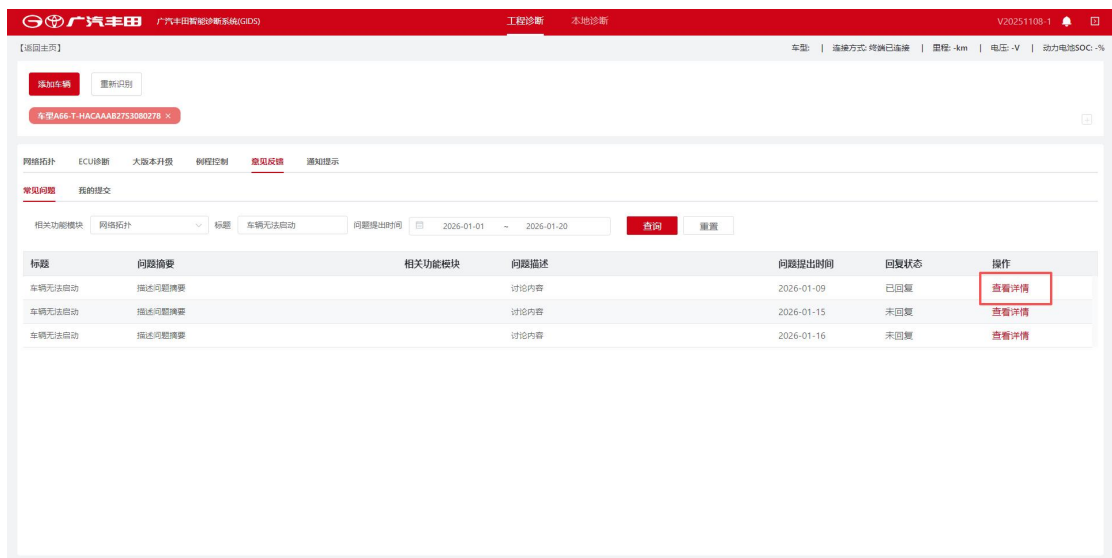

Рис. 8-3 Просмотр подробностей
3. В списке выберите запись из частых вопросов и нажмите «Просмотр подробностей», как показано на Рис. 8-3. Пользователь нажимает [Просмотр подробностей], чтобы открыть всплывающее окно и просмотреть